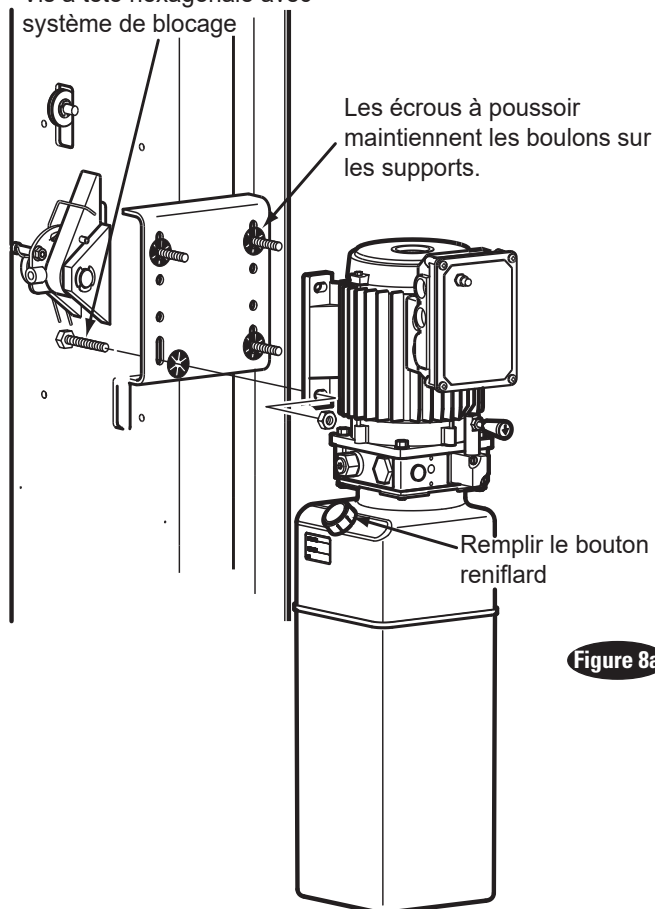

Figure 8a
9. Groupe moteur : Placez le (4) HHCS à bride de 5/16 po-18NC x 1-1/2 po dans les trous du support de l'unité d'alimentation en utilisant des écrous pousoirs pour maintenir en place, Fig. 8a. Montez l'unité avec le moteur sur le support de colonne et installez deux écrous de blocage à bride M8 (5/16"). Installez et serrez à la main le Té de dérivation sur la pompe jusqu'à ce que le joint torique soit bien en place. Continuez à serrer le contre-écrou à 10-15 pi-lb., ou jusqu'à ce que l'écrou et la rondelle reposent sur le collecteur de la pompe.
15. Remplissage et purge d'huile : Utiliser de la Dexron III ATF, un fluide hydraulique qui satisfait aux spécifications de la norme ISO 32. Retirez le bouchon reniflard de remplissage, Figure 8a. Versez (8) litres de liquide. Démarrez l'unité, soulevez le pont élévateur d'environ 60 cm (2"). Ouvrez les purgeurs de vérin d'environ 2 tours, Figure 9a.